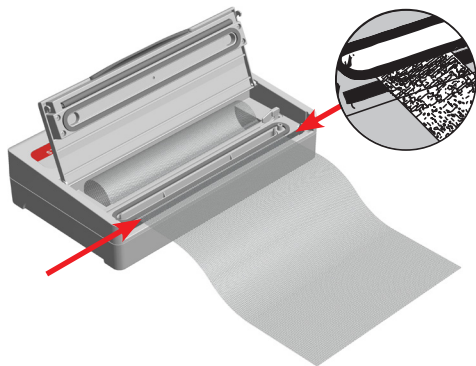

Figure 5: Placer le rouleau sur la barre de soudure.
- c.) Placer le sachet ainsi coupé sur la barre de soudure et l'étendre (figure 5). Assurez-vous que le bord est rectiligne.